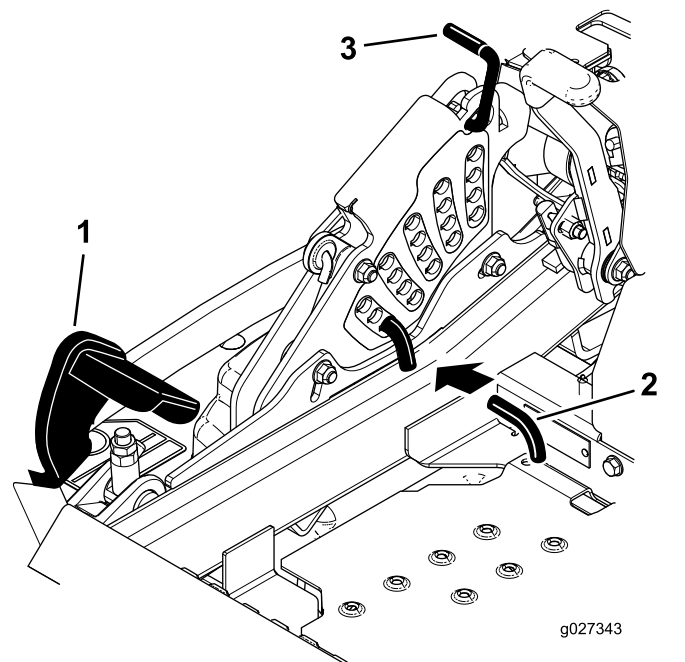

Figura 26
2. Pise el pedal de elevación de la carcasa y eleve la carcasa a la posición de transporte (que es también la posición de altura de corte de 140 mm [5½"]) como se muestra en Figura 26.
3. Para ajustar la altura de corte, gire el pasador 90 grados y retire el pasador del soporte de altura de corte (Figura 26).
4. Seleccione el taladro del soporte de altura de corte que corresponde a la altura de corte deseada, e inserte el pasador (Figura 26).